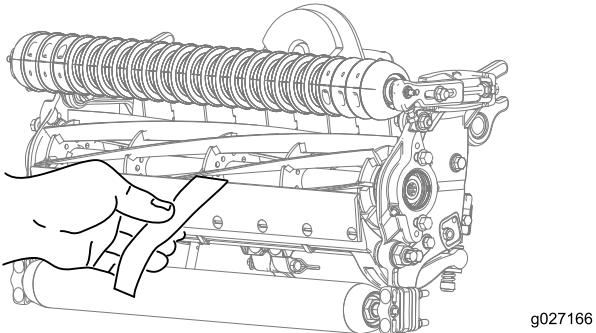

Figura 10
- Teste o desempenho de corte inserindo uma fita comprida de desempenho de corte (Número de peça Toro 125-5610) entre o cilindro e lâmina de corte, perpendicular à lâmina de corte (Figura 10). **Lentamente rode o cilindro para a frente; deve cortar o papel.**